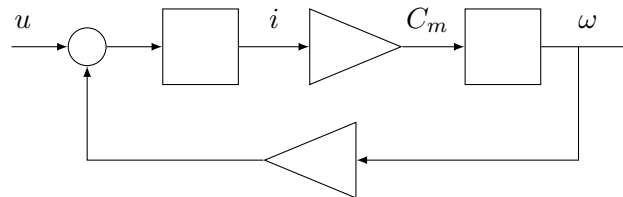

FIGURE 2 – Diagramme fonctionnel du moteur à compléter
- 3.1.1 À partir des équations (1), (2) et (3), construisez un modèle SIMULINK similaire au diagramme fonctionnel de la figure 2.